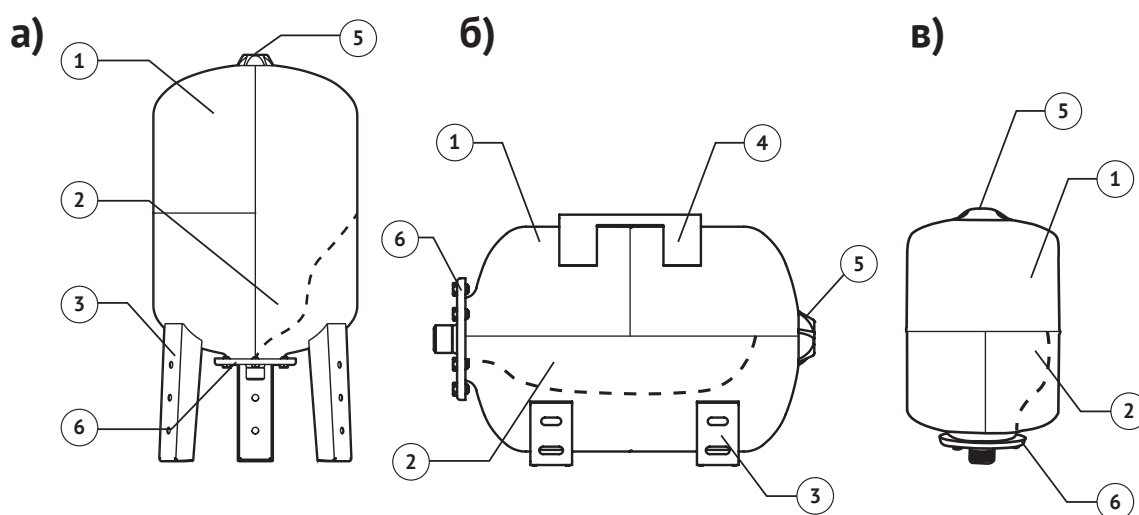

Рисунок 1 – Устройство гидроаккумулятора
Баки вертикального типа (см. рисунок 1а) выпускаются с нижним расположением присоединительного фланца (поз. 6) и имеют опорные ножки (поз. 3).
Горизонтальные гидроаккумуляторы (см. рисунок 1б) оснащены площадкой для крепления насоса (поз. 4) и имеют опорные ножки (поз. 3).
Подвесные гидроаккумуляторы (см. рисунок 1в) не имеют опорных ножек и могут быть установлены как в вертикальном, так и в горизонтальном положении.
Регулировка давления воздуха осуществляется при помощи ниппеля, установленного под крышкой (см. рисунок 1, поз. 5), путем подкачки или выпуска воздуха при отсутствии воды в гидроаккумуляторе. Для подкачки воздуха используйте компрессор, либо автомобильный насос.
- 2 Не реже одного раза в месяц необходимо проверять давление воздуха в гидроаккумуляторе при помощи манометра подключив его к ниппелю, находящемуся под крышкой (см. рисунок 1, поз. 5).